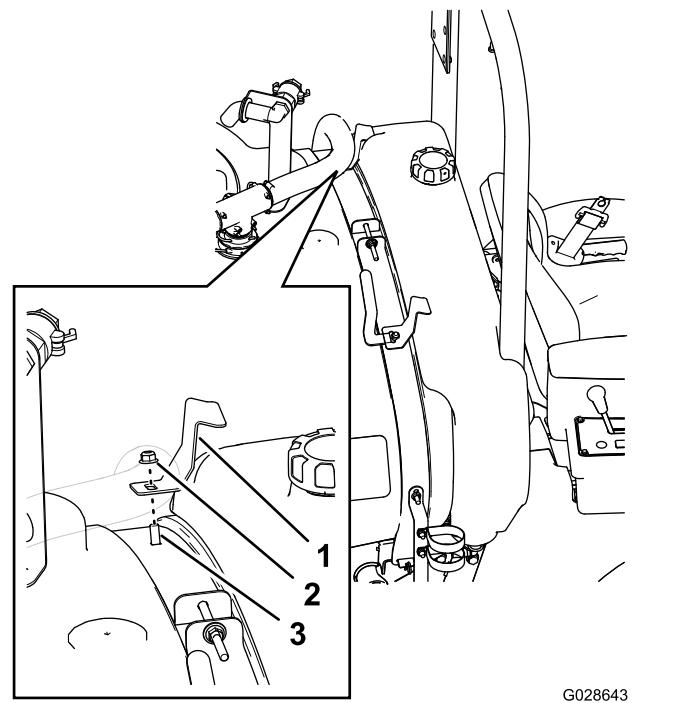

Figure 14
- 4. Alignez le réservoir de rinçage sur la cuve du pulvérisateur, comme montré à la Figure 14.
- 5. Placez le support gauche du réservoir en face du boulon de carrosserie (3/8 x 1 po) situé dans les trous intérieurs supérieurs de la sangle avant gauche (Figure 14).
6. Fixez le support du réservoir sur le boulon de carrosserie et la sangle (Figure 14) à l'aide d'un contre-écrou à embase (3/8 po).